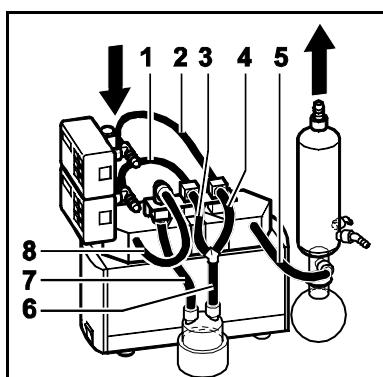

Fig. 18 : Raccordement système
8	Tuyaux (voir Fig. 18) <ul style="list-style-type: none"> <li>▪ Résistent au fluide utilisé</li> <li>▪ Diamètre intérieur 10 mm</li> <li>▪ Longueurs : (1) environ 320 mm, (2) environ 260 mm, (3, 4) environ 120 mm, (5) environ 220 mm, (6) environ 135 mm, (7) environ 175 mm, (8) environ 350 mm</li> </ul>
5. Raccorder le système (voir Fig. 18).